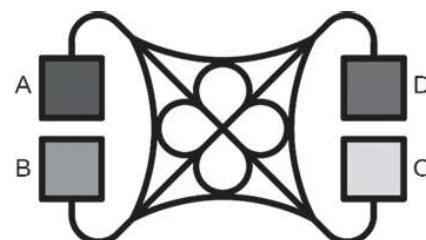

Рис. 4. Полигон «Развязка»
**На полигоне «Развязка»** (рис. 4) предлагались задания четырех типов, связанные с маневрированием на перекрестках. Полигон представляет собой плоскую поверхность размером 1300×2000 мм. Основной цвет полигона — белый, на него нанесена разметка черного цвета с шириной штриха 30 мм. На полигоне расположены четыре города — это цветные квадратные зоны размером 250×250 мм и с границей черного цвета шириной 30 мм.